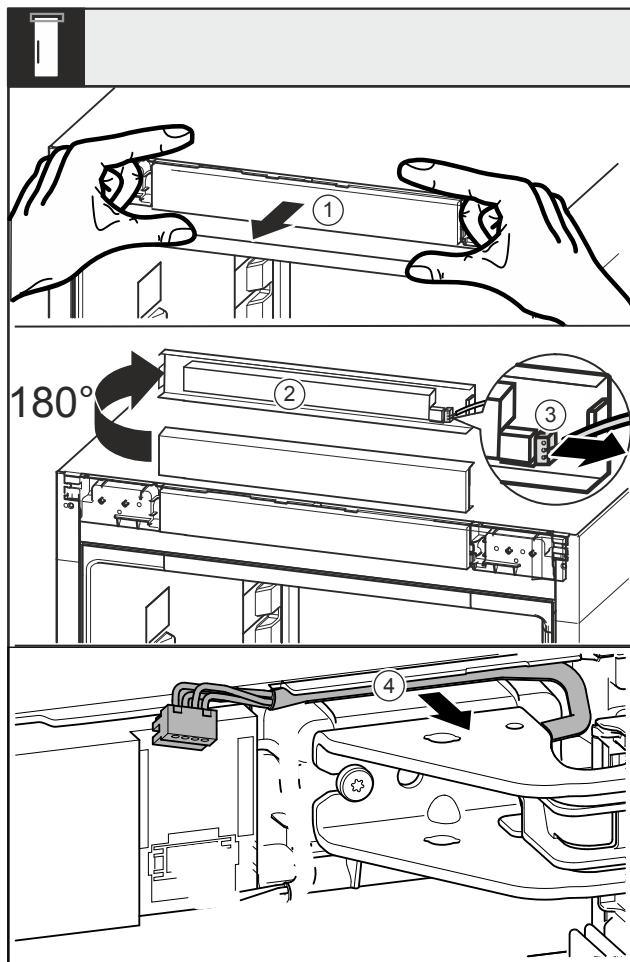

Fig. 17
- Desfaceţi spre înainte masca Fig. 17 (1).
- Rotiţi masca Fig. 17 (2) în sus cu 180°.
- Apăsaţi ciocul de fixare de la fişă Fig. 17 (3) spre înapoi şi extrageţi cu precauţie fişa.
- Desfaceţi cablul Fig. 17 (4) deasupra suportului de lagăr din ghidaj.